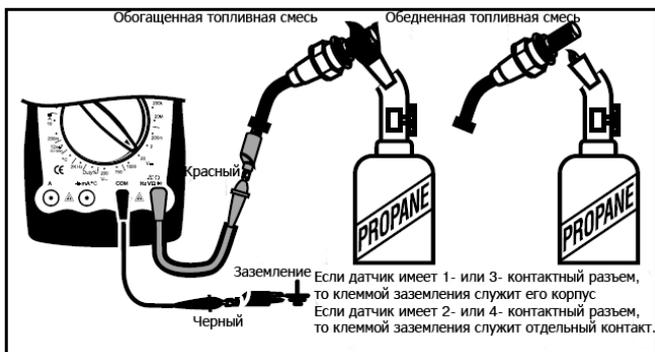

Рис. 16
J. Тестирование датчиков двигателя (См. рис. 16)